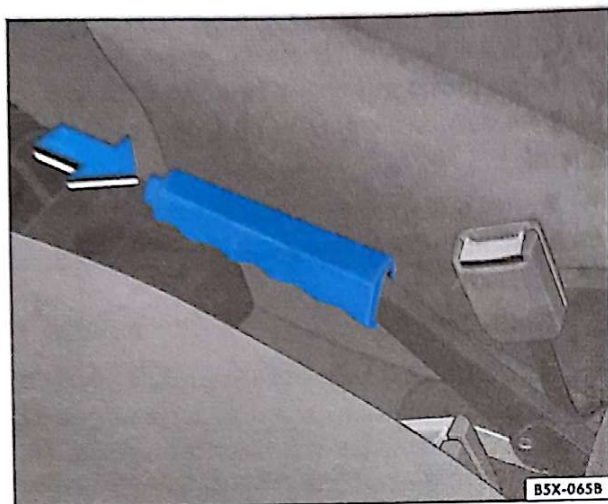

Fig. 98 Alavanca do freio de estacionamento localizada entre os bancos dianteiros
- Puxe a alavanca firmemente ⇒ fig. 98.
- Levante ligeiramente a alavanca, pressione o botão de bloqueio ⇒ fig. 98 -seta- e baixe a alavanca até o batente ⇒ ⚠.